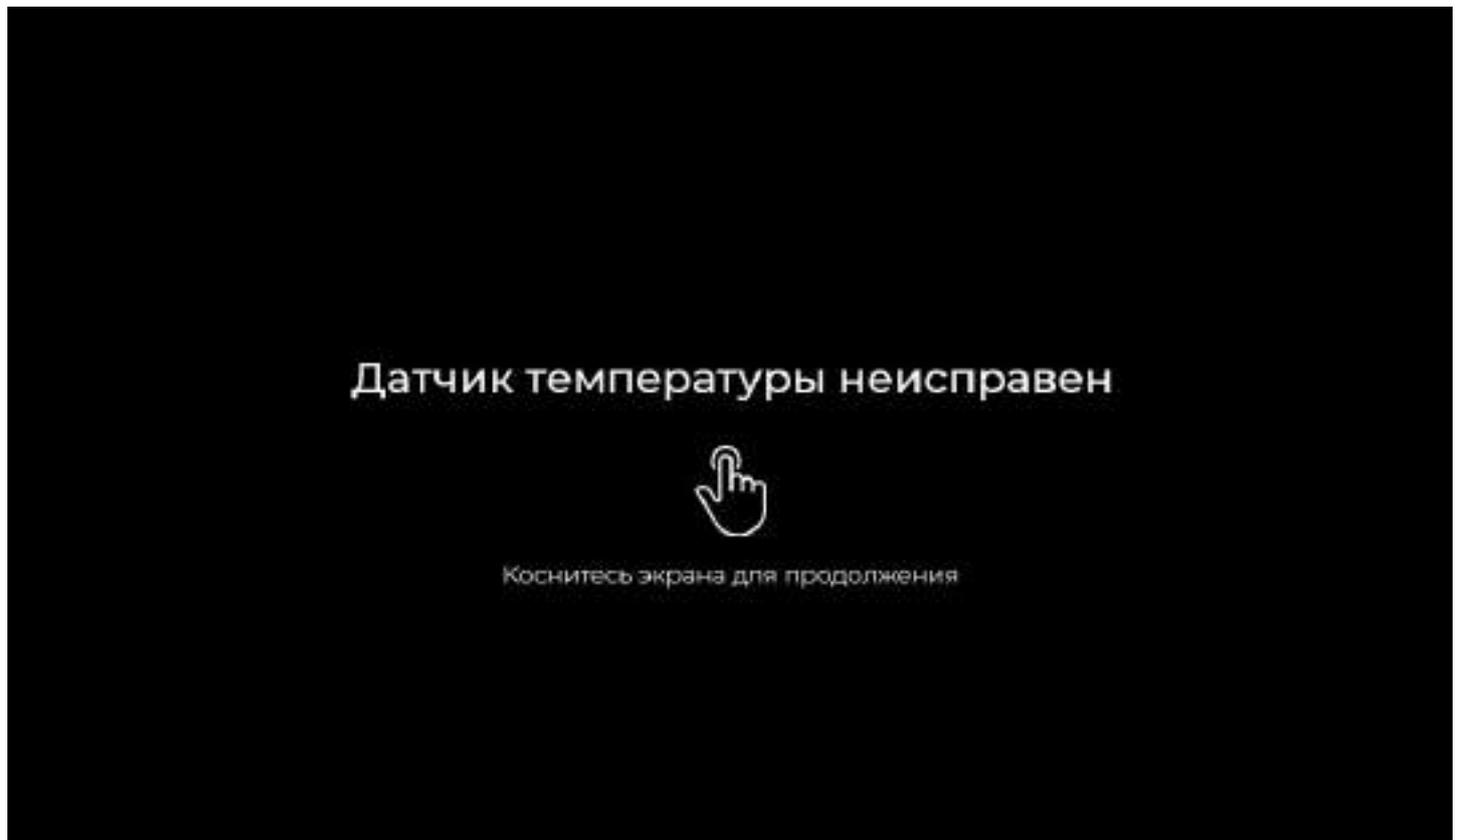

Рис. 43. Ошибка неисправности датчика температуры.
1. Неисправность датчика температуры. Заключается в потере связи платы управления с датчиком на период времени более 2-х минут. Сопровождается звуковым сигналом и выводом на экран дисплея оповещения об ошибке. (Рис. 43. Ошибка неисправности датчика температуры). Продолжается до момента восстановления связи с исправным датчиком, не позволяя управлять устройством. Процесс восстановления происходит в автоматическом режиме при условии исправности и правильного подключения датчика.